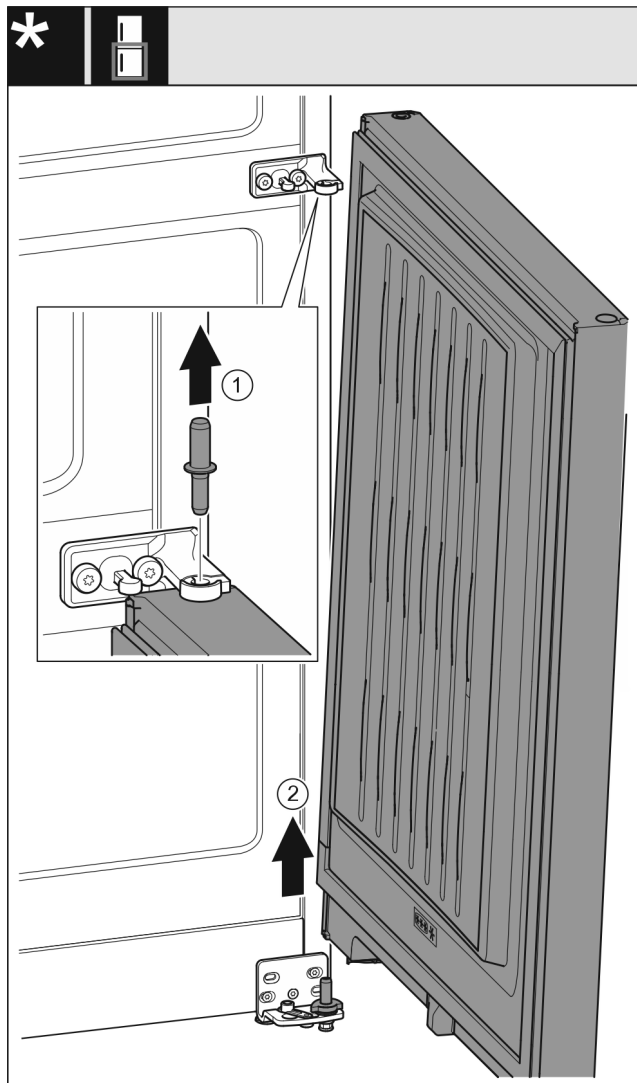

Fig. 11 Bez tlumiče zavírání
- Čep Fig. 11 (1) vytáhněte nahoru.
- Dveře Fig. 11 (2) kývním vysadíte a odložíte stranou.